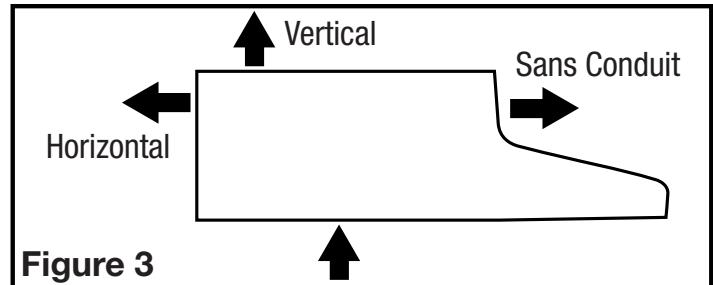

Figure 3
- Choisir le type de conduits qui sera requis. Ce modèle est équipé pour souffler tant verticalement qu'horizontalement dans un conduit de 8,25 x 25,4 cm (3-1/4 po x 10 po). Il peut être modifié pour devenir sans conduit (recirculation de l'air dans la cuisine) avec l'addition d'un filtre combiné graisse/ charbon modèle RF55 (non inclus) ou soufflé au travers d'un conduit rond de 17,78 cm (7 po) avec l'addition d'un clapet modèle E-22a ou RDC7 (non inclus) (**Figure 3**).